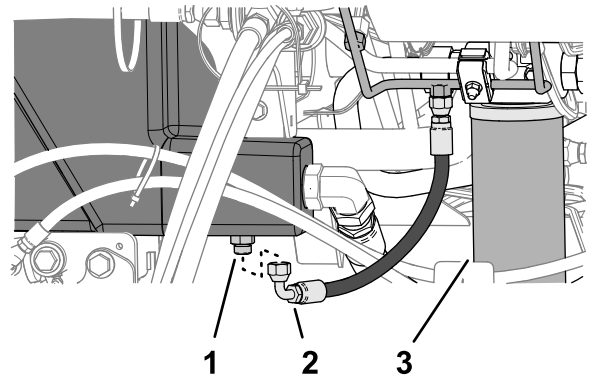

Figura 115
2. Coloque um grande recipiente de drenagem por baixo da união reta (Figura 115) do depósito hidráulico; consulte a Capacidade de fluido hidráulico \(página 69\).